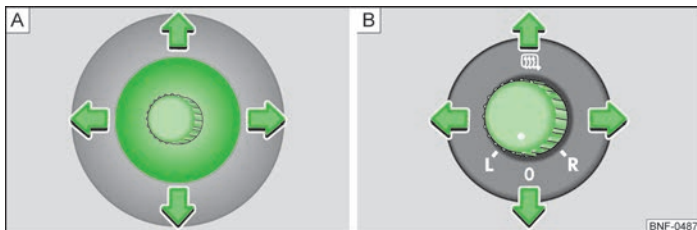

Bild 34 I dörren, ställknapp/vridknapp: för den mekaniska ytterspeglarna/för den elektriska ytterspeglarna
- Ställ spegelytan med ställknappen i önskad position » bild 34 - A. Spegelglaset rör sig i samma riktning som ställknappen.
- Ställ vridknappen i läge » bild 34 - B.
- Ställ vridknappen i läge L » bild 34 - B. Spegelglaset rör sig i samma riktning som vredet.